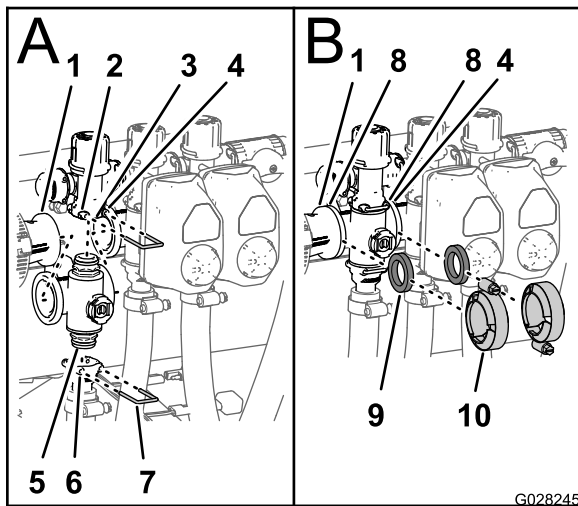

図 104
3. デグチフィッティングを、マニホルドバルブの下側エンドキャップフィッティングに取り付ける 図 104; A。
4. エンドキャップフィッティングを出口フィッティングに取り付ける出口フィッティングのソケットにリテーナを差し込んで固定する: 図 104; A。
6. リデュースカップリング、ガスケット、個別ブームバルブマニホルドを組み立ててクランプを手締めする 図 104; B。
7. 一番左側のつの個別ブームバルブを取り付ける場合には、両隣のつの個別ブームバルブのフランジとの間にガスケット枚を入れる 図 104; B。